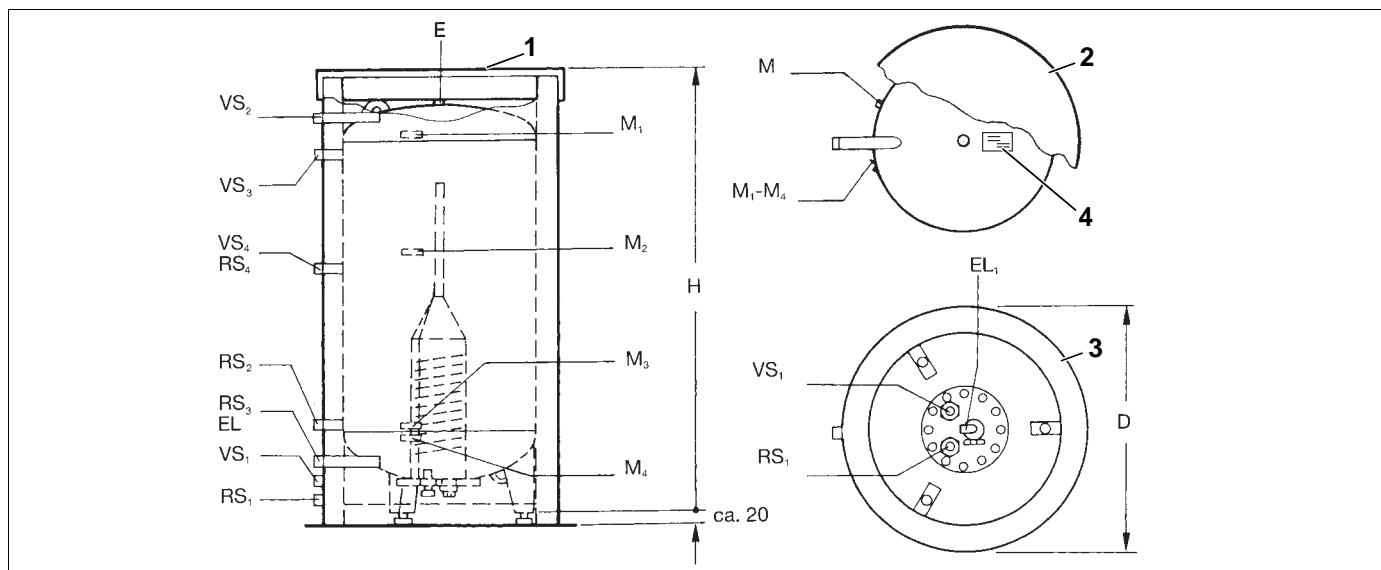

Fig. 1 Vue frontale, de dessus et de dessous
Légende pour fig. 1:
Un manchon M R ½ est prévu sur la partie arrière du préparateur pour l'étanchéification d'un doigt de gant sur le chantier (fig. 1).
- Monter la sonde dans le doigt de gant M sur la partie arrière du préparateur (fig. 1).